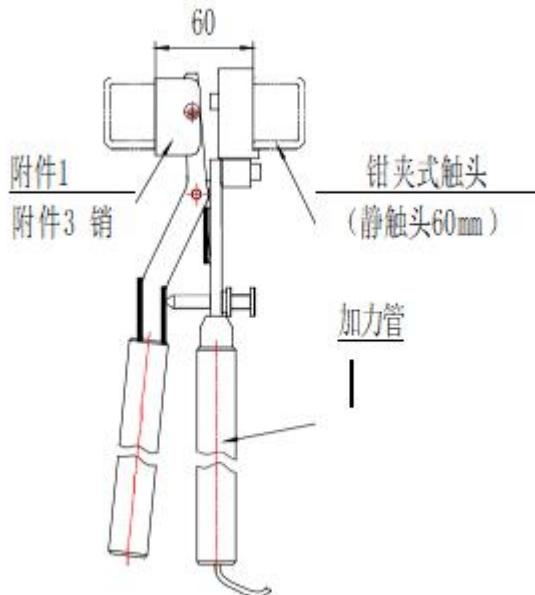
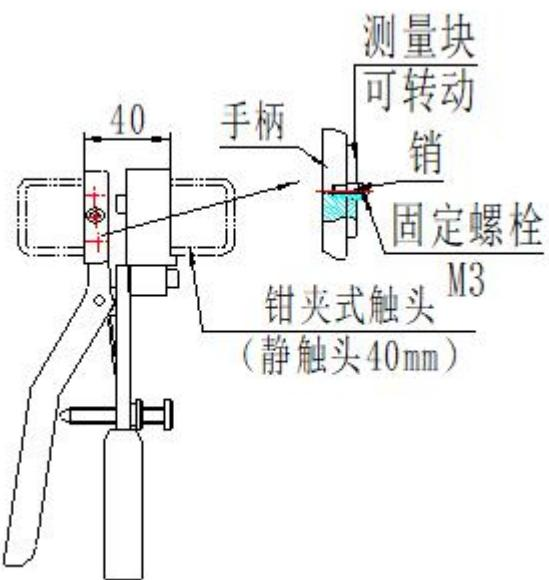

图 5 折臂式隔离开关（静触头 60mm，如 GW22B-252）测量示意图
图 6 折臂式隔离开关（静触头 40mm，如 GW22B-126）测量示意图
4.1.3 图 3 是用于 GW16、GW22、GW6 等折叠式、剪刀式隔离开关模拟触头的调整方法，拆除附件 4、附件 5，装上附件 1、附件 3 销（“1”用于静触头直径 60mm 的刀闸，静触头直径 40mm 的刀闸装附件 2、附件 3 销），将卡尺锁定在 a 上，卡住模拟触头，再缓慢调节螺栓 S，调好后锁紧螺母 N。测量示意图见图 5、图 6 和图 7。